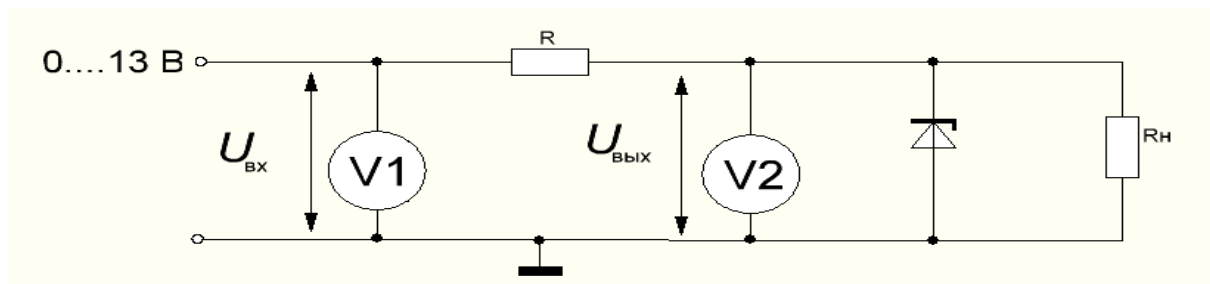

Рис. 4.1
- Соберите цепь параметрического стабилизатора,  $R=100$  Ом, согласно принципиальной схеме (Рис. 4.1) сначала **не включая** в неё сопротивление нагрузки.